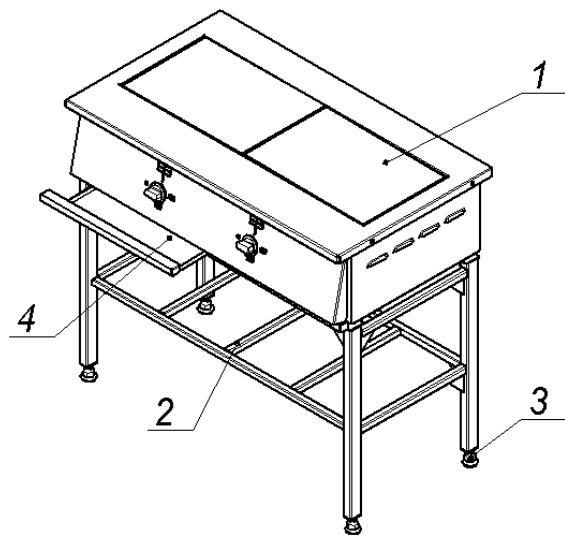
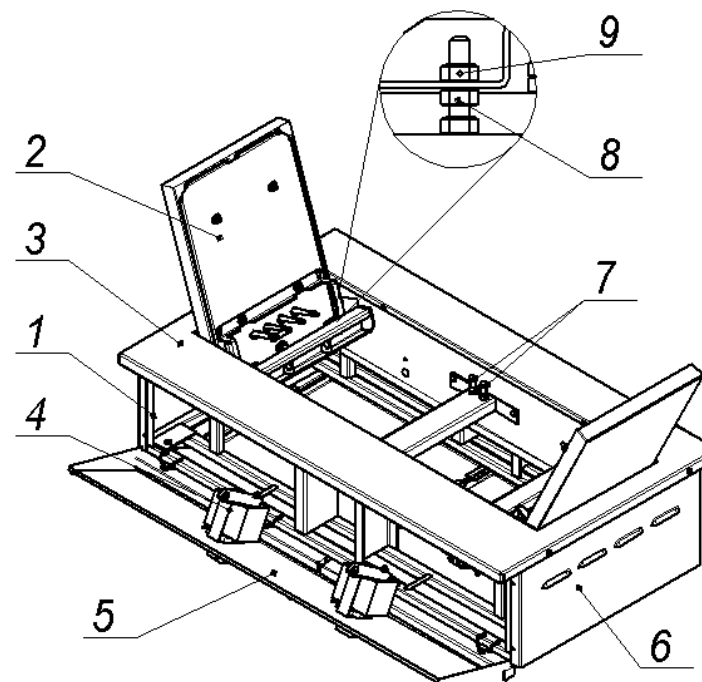

Рис.1
Рис. 2
Чтобы открыть приборную панель плиты, необходимо вынуть выдвижные поддоны (см. рис.1) и вывернуть винты крепления панели к каркасу плиты.
4.3 Собственно плита (рис.2) установлена на каркасную раму (рис.1, поз.2) и состоит из каркаса (поз.1), с закреплёнными на нём 2-мя чугунными конфорками (поз.2), столом (поз.3), облицовочными (поз.6) и приборной панелью (поз.5).
4.3.3 Для обслуживания и санитарной уборки, плита оборудована (см. рис.1) выдвижными поддонами (поз.5), так же обеспечен (см. рис.2) свободный доступ к внутренним поверхностям плиты:
- эксплуатировать плиту без выдвижных поддонов (рис.1, поз.4);
7.2 Установите рукоятки переключателей мощности конфорок (рис.2, поз.4) в положения I, II или III (должны загореться сигнальные лампы) в зависимости от требований технологии тепловой обработки продуктов.